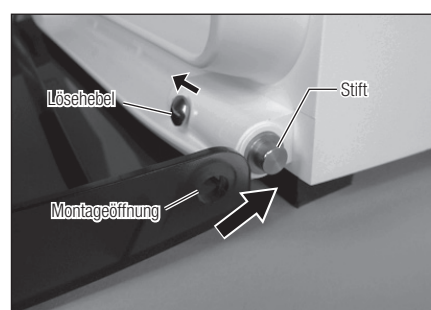

Abb. 24
- 2) Richten Sie die andere Montageöffnung an der rechten Türseite auf den Stift, während Sie am Lösehebel ziehen. Lassen Sie den Lösehebel los. Es ertönt ein Klicken, was darauf hinweist, dass die Tür befestigt ist (Abb. 24).